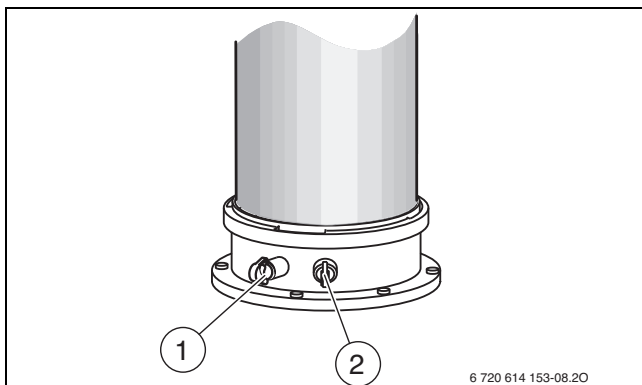

Fig. 35 Pieza de conexión para la medición de los gases de escape y pieza de conexión para la medición del aire de combustión
- ▶ Retirar tapones de los soportes de medición de gases de escape [1] (→ fig. 35).